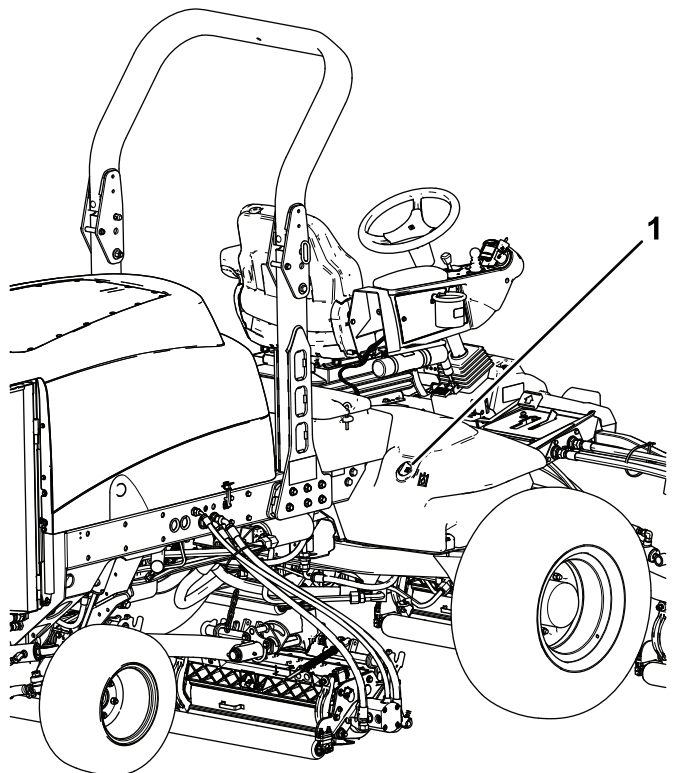

Figure 117
- Nettoyez la surface autour du goulot et du bouchon de remplissage du réservoir hydraulique (Figure 117).